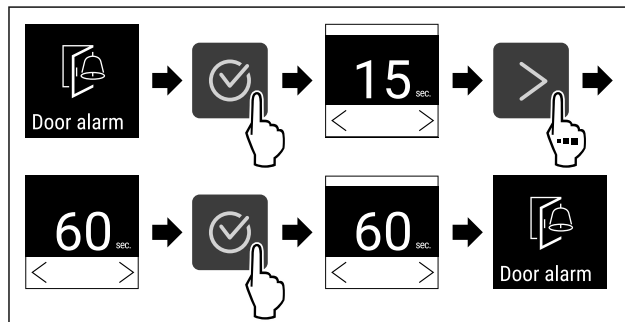

Fig. 96
- ▶ Følg anvisningene (se Fig. 96) .